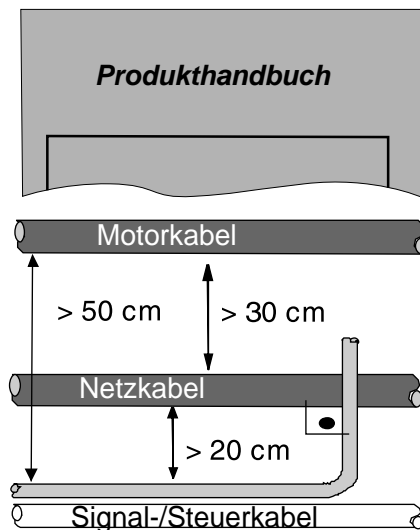

Bild 3-11 Prinzipien für die Verlegung von Steuerkabeln.
- Verlegen Sie möglichst immer die Signalkabel wie in Bild 3-11 dargestellt und befolgen Sie die im Produkthandbuch beschriebenen Anweisungen.